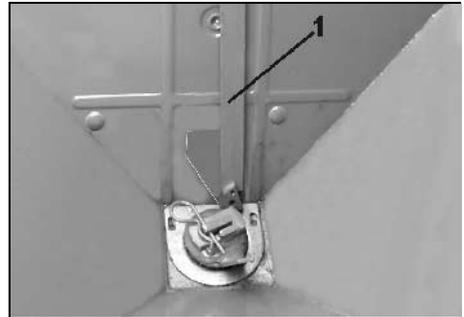

Fig. 63
- Die Lehre (Fig. 63/1) einlegen.